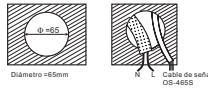

FIG.3
- Para instalar el sensor, perforo un agujero de 65 mm en el cieloraso y pase los cables a través del mismo. (ver FIG.3)